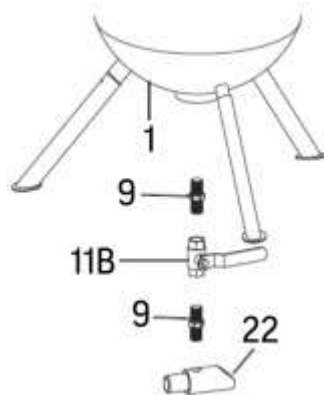

fig. 4
7. Assemblez une extrémité du connecteur de mamelon dans le tuyau de sortie de matériau abrasif (n° 22) et l'autre extrémité dans la soupape de matériau abrasif (n° 11B) (fig. 4).